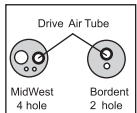

Fig. 18
- 4) Stick in munstycket i drivmedlet på handstycket. Håll i handstycket och spraya i cirka 2-3 sekunder. Applicera smörjmedel tills det kommer ut ur instrumenthuvudet i minst 2 sekunder (fig. 18, 19).